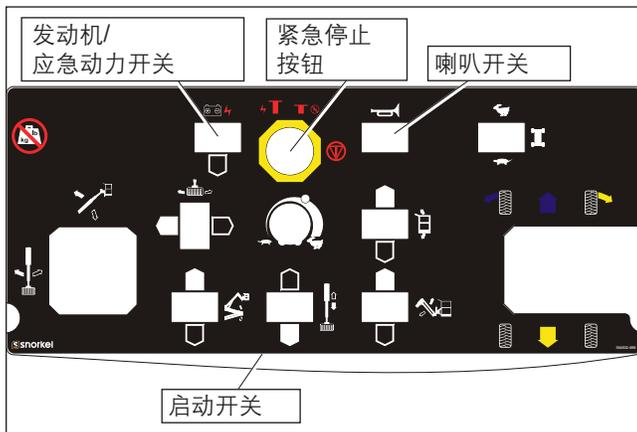

图 7.16 – 上部控制装置
3. 朝外拉上部控制装置(请参见图 7.16)上的紧急停止按钮。
3. 朝外拉上部控制装置(请参见图 7.16)上的紧急停止按钮, 然后将启动开关置于 ON 位置。
操作喇叭开关(请参见图 7.16), 确保其会发出声音以警告附近区域的人员。